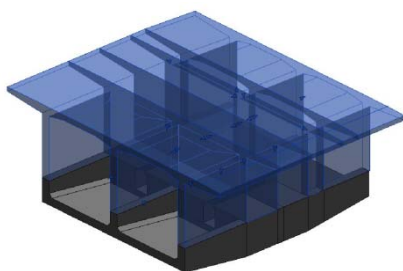

図4 コンクリート数量自動算出
- ③柱頭部分割施工時のリフト計画およびそのコンクリート数量自動算出 [図4]